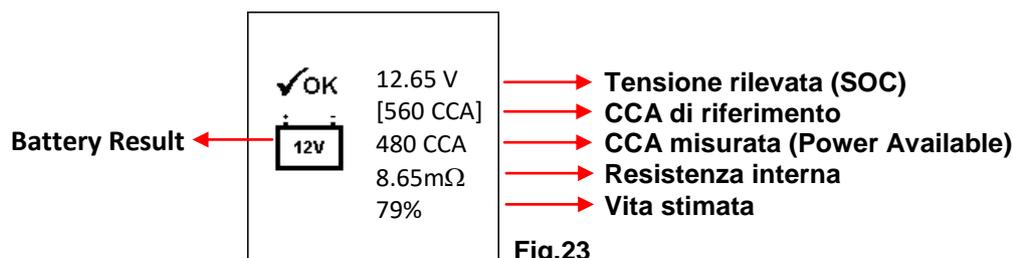

Fig.23
13. In meno di 8 secondi, i risultati della prova verranno visualizzati sullo schermo LCD (Fig.23), fornendo tutti i dati utili per la valutazione dello stato della batteria.